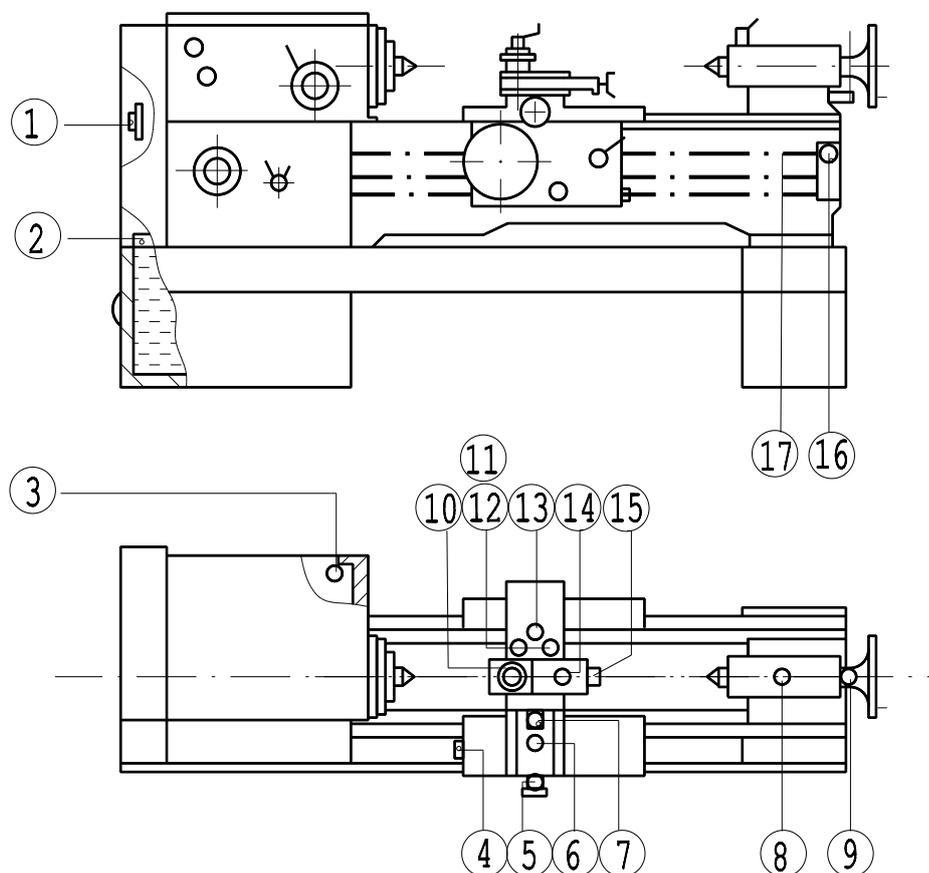

Рис.30 Расположение точек смазки
Расположение точек смазки изображено на Рис. 30. На станке они отмечены красным цветом.
- Передняя бабка и тяга механизма смазываются внешней централизованной смазочной системой. Масло в масляном баке (точка смазки (2) на Рис. 30), который находится в ноге станка, и баке фартука (точка смазки (4) на Рис. 30) необходимо обновлять каждые 50-60 дней при двухсменном режиме эксплуатации. Первые две замены масла необходимо проводить через 10-20 дней. После слива отработанного масла тщательно промойте керосином маслосборное корыто и смазочные фитили. Перед заливкой масла отфильтруйте его. Уровень масла должен быть выше центральной отметки шкалы.
- Масляный резервуар находится под фартуком. Уровень масла должен всегда находиться на средней отметке. Подшипники и червячные шестерни смазываются вязальной шерстью. Другие элементы погружаются в масло и смазываются масляным туманом. Если уровень масла в фартуке находится ниже средней отметки масломерного уровня, долейте масло в фартук через заливное отверстие (точка смазки (4) на Рис. 30).
- Смазочное масло для направляющих станины и каретки подается от резервуара для масла (точка смазки (7) на Рис. 30), расположенного внутри каретки. Меняйте масло раз за смену. Выполните следующие действия:
- Верхняя часть суппорта и малый ходовой винт (точки смазки 10,14,15, на Рис. 30) смазываются маслonaгнетателем. Подвижная плита и ходовой винт (точки смазки 11, 12, 13 на Рис. 30) также смазываются маслonaгнетателем.
- Конец вала зубчатого механизма имеет резьбовую пробку (точка смазки 1 на Рис. 30). Поворачивайте ее каждую смену для смазки кальциевой консистентной смазкой ZG-2.
- Пиноль задней бабки и механизм передач ходового винта (точки смазки 8, 9, на Рис. 30) смазываются маслonaгнетателем раз за смену.